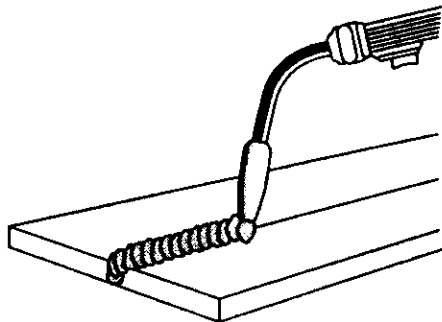

Figura 12. Soldadura plana
1. POSICIÓN PLANA (Figura 12) es la más fácil y es probablemente la que ha usado hasta ahora. Es mejor soldar en esta posición siempre que sea posible, ya que es más fácil obtener buenos resultados.